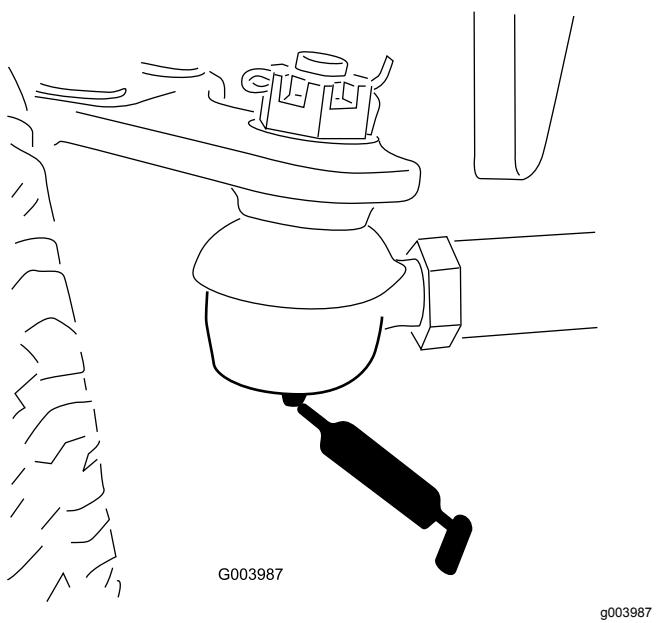

**Bild 79**
- Hubarmgelenkwellen (1) (Bild 79)